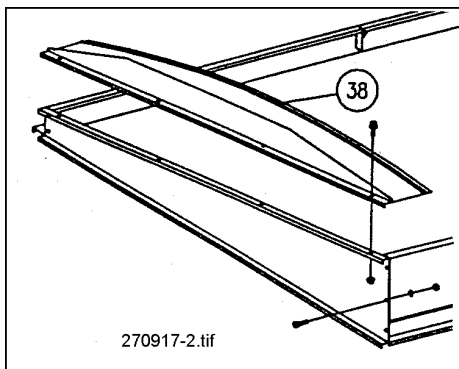

Abb. 4: Montage Abschlußteil
2. Abschlußteil (38) an den vorderen und hinteren Seitenwänden anbringen. (s. Abb. 4)